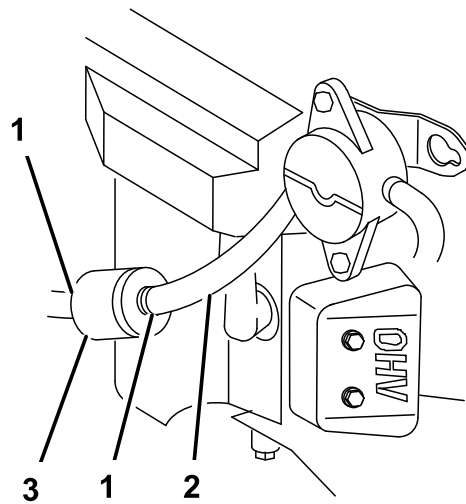

Figure 28
3. Fermez le robinet d'arrivée de carburant sur le réservoir (Figure 28).
4. Pincez les extrémités des colliers et faites-les glisser pour les éloigner du filtre (Figure 28).
7. Ouvrez le robinet d'arrivée d'essence sur le réservoir (Figure 28).